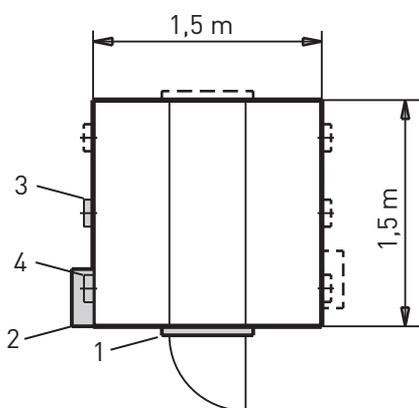

Fig. 4 Aufbauvarianten - Ansicht von oben
Die Standardanordnung für Kontrolltür (1), Umschalteneinheit (2), Einblasstutzen (3) und Absaugkupplung (4) sind grau und andere mögliche Anordnungen strichliert eingezeichnet – Fig.4. Der Einblasstutzen ist immer in der Mitte, die Absaugkupplung und die Luftklappe wahlweise links oder rechts vom Einblasstutzen.